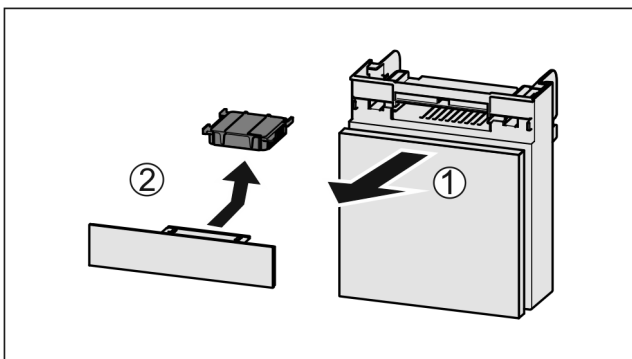

Fig. 172
- ▶ Trekk ut Fig. 172 (1) hyllen fremover.
- ▶ Ta ut Fig. 172 (2) aktivkullfilteret.